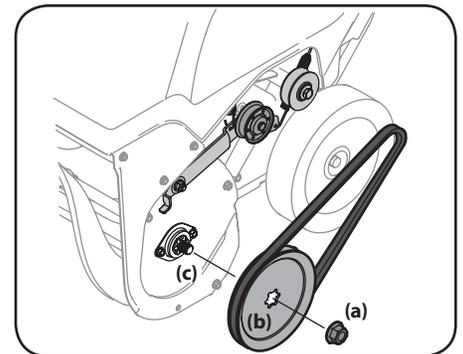

Figure 4-5
- Retirez l'écrou à bride (a) qui fixe la poulie de la tarière (b) à l'arbre de la tarière (c). Voir Figure 4-5.